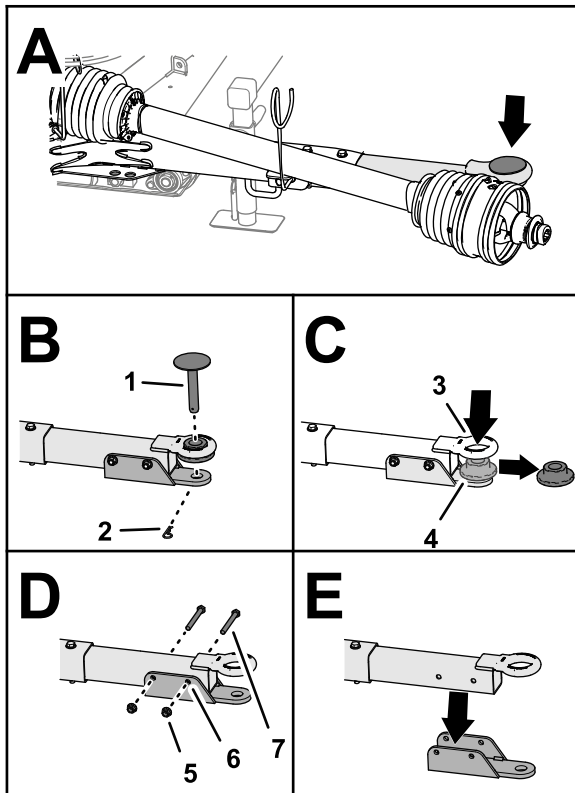

Figura 7
1. Rimuovete la coppiglia che fissa il perno di traino alla barra di traino e rimuovete il perno di traino (Figura 7).
2. Rimuovete la boccola flangiata dall'occhiello a cardine (Figura 7).
3. Rimuovete i 2 dadi di bloccaggio flangiati e 2 viti a testa cilindrica che fissano la staffa del perno con testa alla barra di traino e rimuovete la staffa del perno con testa (Figura 7).